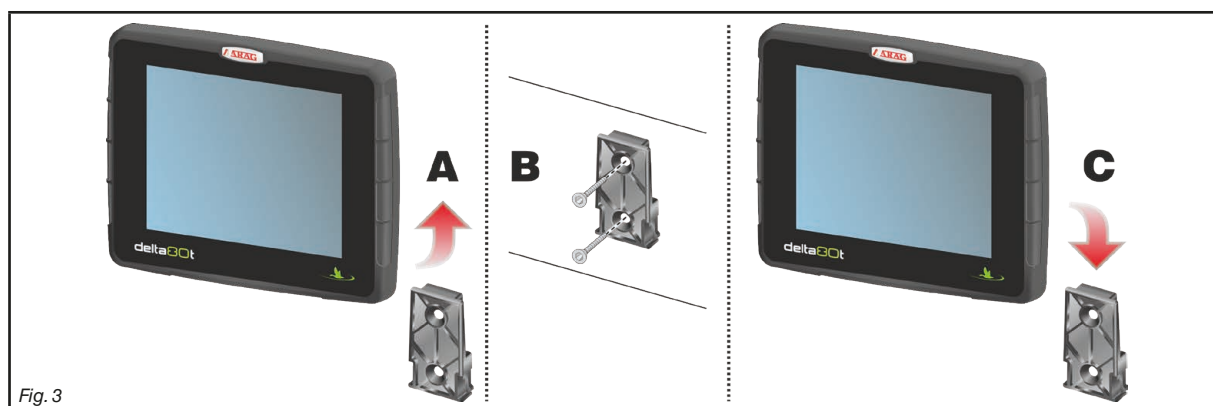

Fig. 3
El sostén debe ser extraído de su alojamiento en el monitor (A, Fig. 3) y se debe fijar utilizando los tornillos suministrados (B).